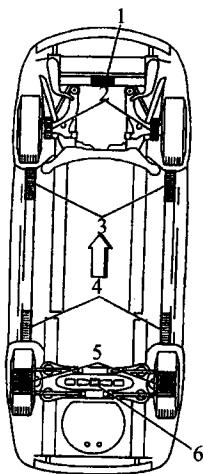

图1-6 自动举升接触位置
③提升装置或举升设备的额定提升或举升质量必须满足提升设备或举升设备制造商规定的操作标准。
④必须在清洁、坚实、干燥、水平的地面上进行车辆提升和举升操作。
⑤只能在规定的提升点(图1-6)上进行车辆提升和举升操作。不得让提升装置或举升设备接触任何其他车辆部件。